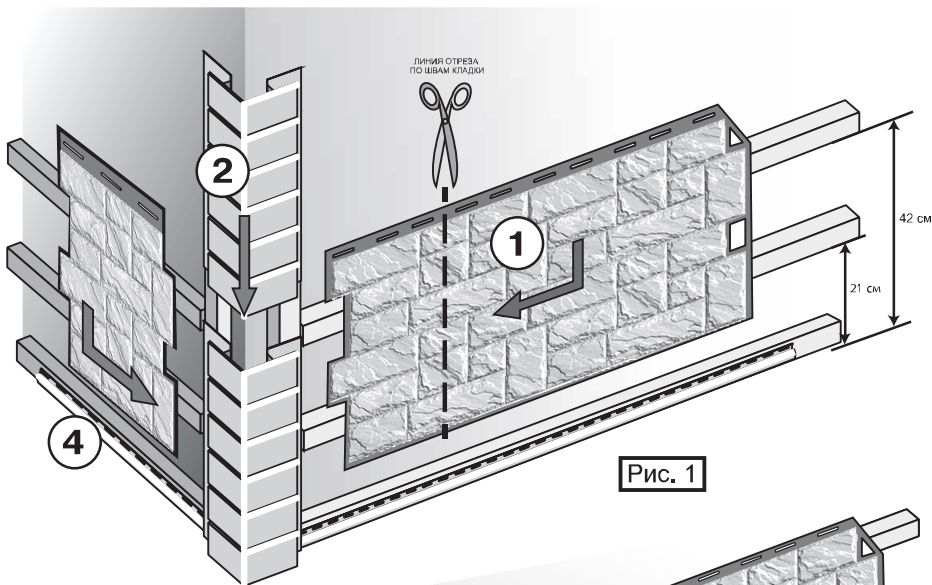

Рис. 1
3. Монтаж фасадных панелей выполняется на деревянную обрешетку влажностью не более 15-20%, пропитанную огнестойким и антисептическим составами. Рекомендуемое сечение брусков обрешетки 40x40 мм (45x30, 50x40). Рейки обрешетки устанавливаются горизонтально по поверхности, на которую будут монтироваться фасадные панели, рекомендуемое расстояние между нижними линиями основных реек – 42 см. Для придания панелям большей жесткости рекомендуется монтировать дополнительную горизонтальную рейку посередине между основными рейками обрешетки (рис. 1). Основные и дополнительные рейки должны обеспечивать ровную поверхность в одной плоскости. Для монтажа наружных углов рейки обрешетки устанавливаются вертикально таким образом, чтобы обе рейки непосредственно примыкали к наружному углу строения.
6. Установку панелей на стены здания рекомендуется производить горизонтально, работая слева направо, снизу вверх (рис. 1).
2. Стартовая планка устанавливается строго горизонтально в самом низу стены на расстоянии 1 см от угла сооружения (рис. 1). Линии крепления стартовой планки должны совпадать на всех углах здания. Стартовая планка крепится через каждые 30 см.
4. Край панели, который входит в паз углового элемента, должен быть обрезан под прямым углом. В углах панелей, входящих под наружный угол необходимо сделать прямоугольные вырезы 4x3 см. Необходимо подрезать первую и последнюю панели в ряду (рис.1). Рекомендуется собрать панели в ряду, не закрепляя их, чтобы наметить линии отреза. Последняя панель в ряду не должна быть короче 30 см. Для сокращения расходного материала рекомендуется отрезанную часть панели использовать в качестве концевой или начальной в другом ряду (рис. 1,2).